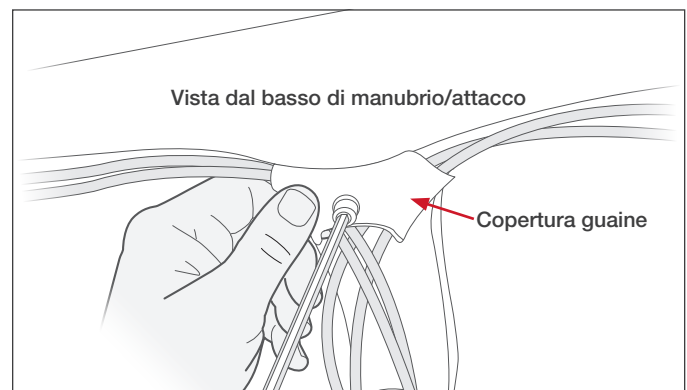

Figura 2
3. Installare la copertura per le guaine sul lato inferiore del manubrio (vedere Figura 2).